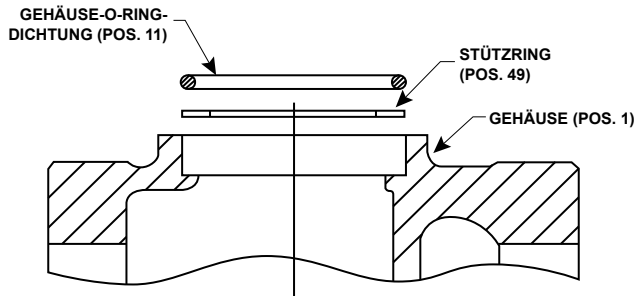

Abbildung 5. Erweiterte Ansicht des Gehäusebereiches – Anordnung von Gehäuse-O-Ring-Dichtung und Stützring
2. Gehäusedichtungs-O-Ring (Pos. 11) und den Stützring (Pos. 49) entfernen und prüfen. Siehe Abbildung 5.
8. Den Stützring (Pos. 49) wieder in das Gehäuse (Pos. 1) einsetzen. Danach den Gehäuse-O-Ring (Pos. 11) in das Gehäuse einsetzen. Siehe Abbildung 5.